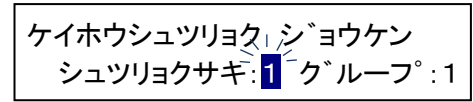

図 9-16 警戒情報表示画面
(1) メニュースイッチを押すとカーソルが点滅し、警報出力先を設定できます。UP/DOWN スイッチで警報出力先を選択します。選択範囲は 1~6 です。(図 9-16)